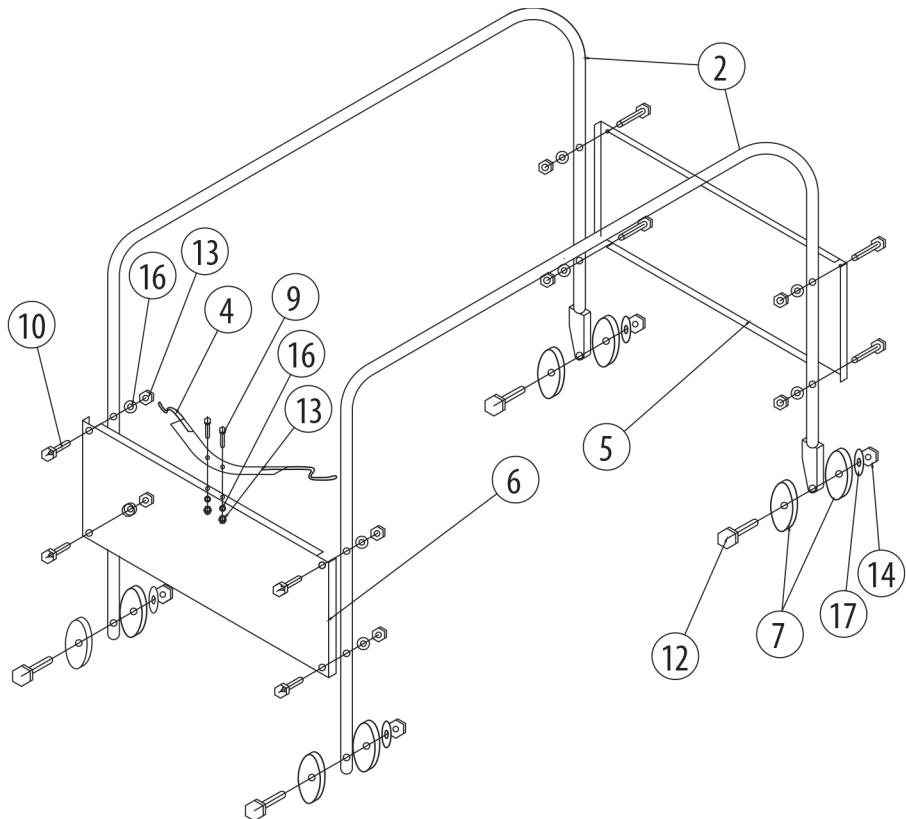

рисунок 1
5.2 Сборка тележки (**рисунок 1**):
- прикрепить пластины (5 и 6) к опорам подвижным (2):
- с отверстиями (6) – со стороны длинных ножек;
- без отверстий (5) – со стороны ножек с кронштейном колеса
- прикрепить к пластине с отверстиями фиксатор пружинный (4)
- прикрепить к опорам подвижным (2) колеса (7)